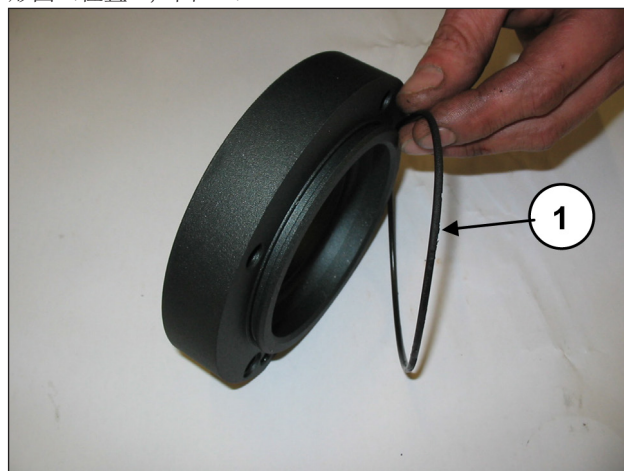
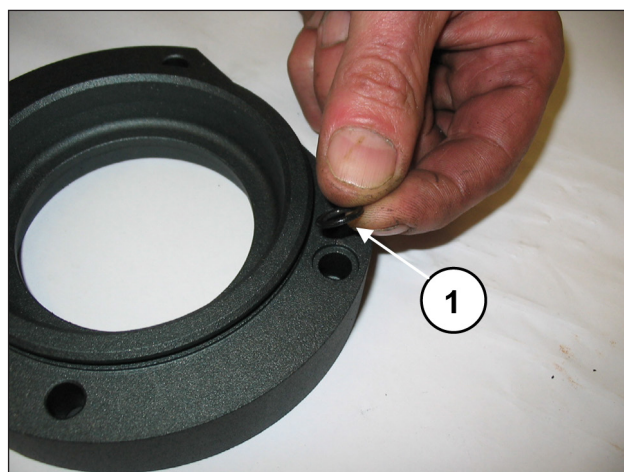

图 65
图 66
适用于PTO轴承盖外O形圈（位置①，图 65）和润滑孔的 O形圈（位置①，图 66）。